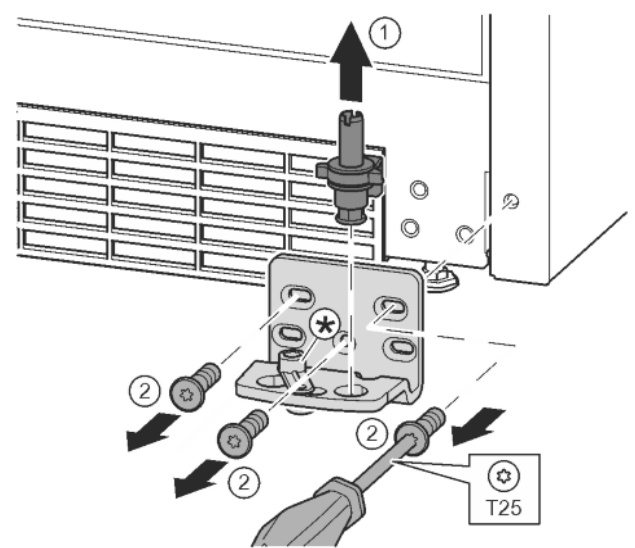

Fig. 15
- Sortir complètement l'axe de palier par le haut. Fig. 15 (1)
- Desserrer les vis avec le tournevis T25 et enlever le support de palier. Fig. 15 (2)